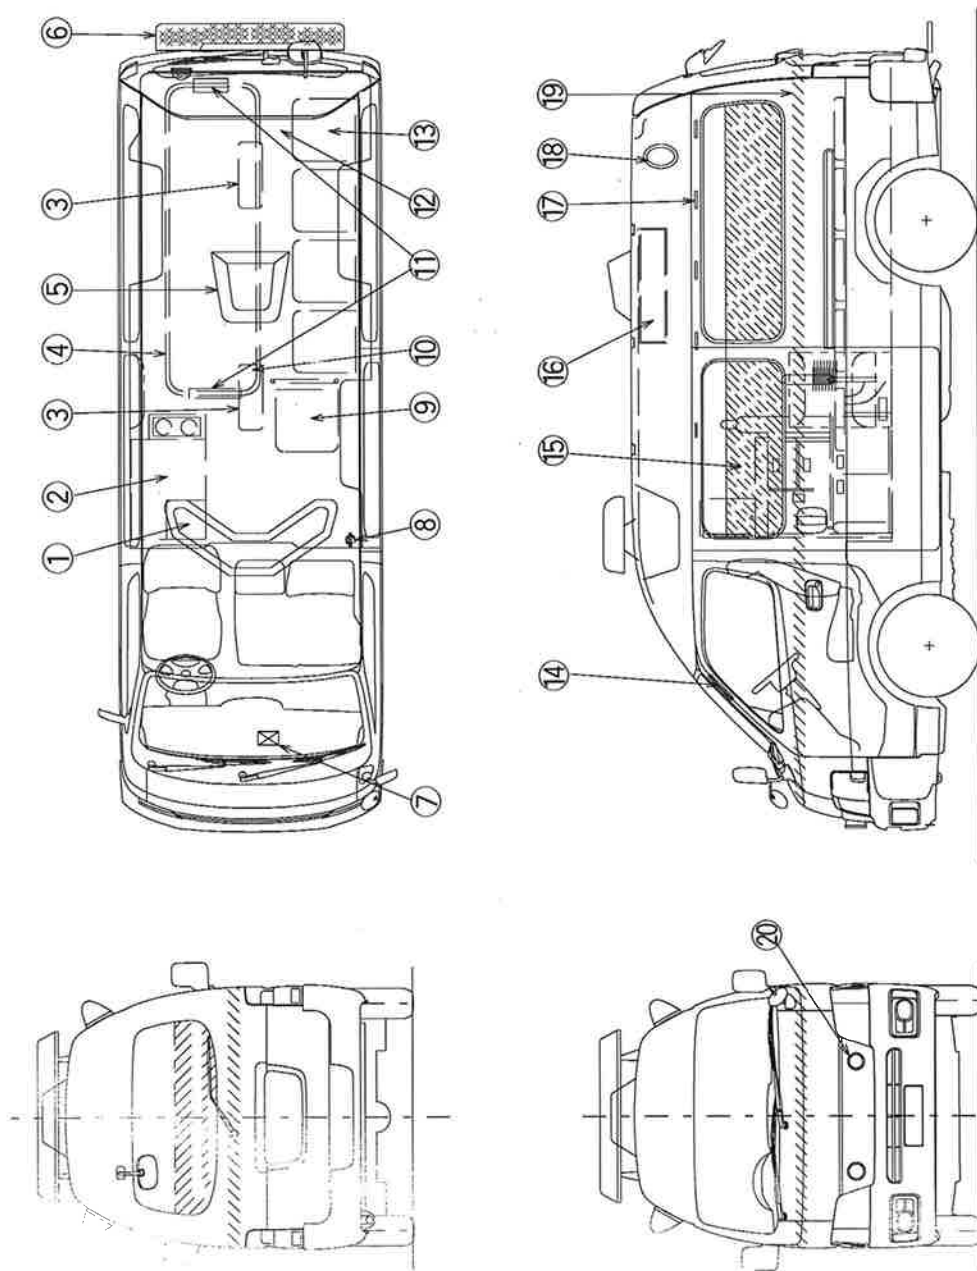

图1 E25救急車架装装备
次頁図 1 に E25 救急車の標準的な架装装備を記載します。
1) 機材収納箱 (図1 番号②)
2) ルーフ換気扇 (図1 番号⑤)
3) 大型ステップリヤバンパー (図1 番号⑥)
(1) ステンレスモールの○印箇所のリベットをはずし、モールを取り外します。モールを外すとゴムのプロテクターをスライドさせて抜きます。
(2) 滑り止めの縞板(アルミ製)を固定しているプラスビスを緩めて外し、滑り止めを取り外します。フレームはボディに溶接されています。鋼鉄製ですのでボディと一緒に解体することができます。
4) 一人掛け跳ね上げシート (図1 番号⑨)
5) 4人掛けシート (図1 番号⑬)
6) フロア (図1 番号⑫)